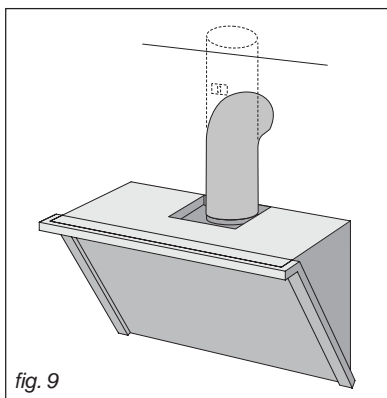

fig. 9
- Forbind udsugningsrøret til udsugningsmundingen på emhætten. Anvend et fleksibelt rør og fastgør det til udsugningsmundingen med et metalbånd, Fig. 9 (rør og metalbånd medfølger ikke).